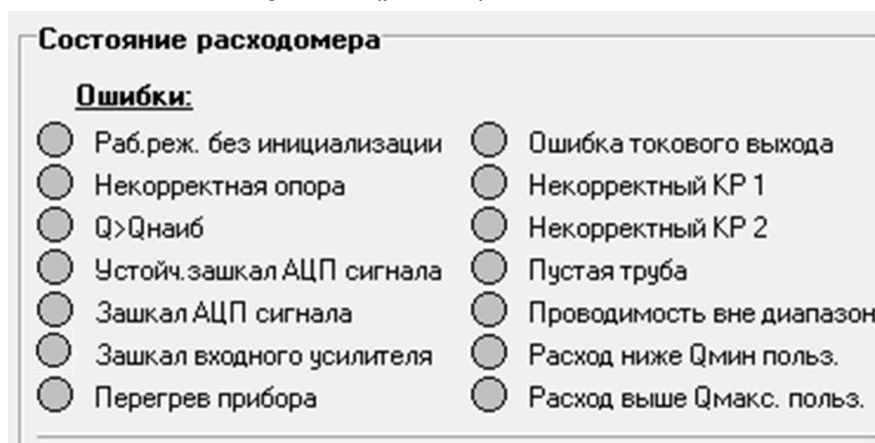

Рис.25. Вид индикации сообщений об ошибках.
4.1. Неисправности (ошибки) и нештатные ситуации, диагностируемые расходомером, отображаются в группе **Состояние расходомера** на вкладке **Измерения** (рис.25).